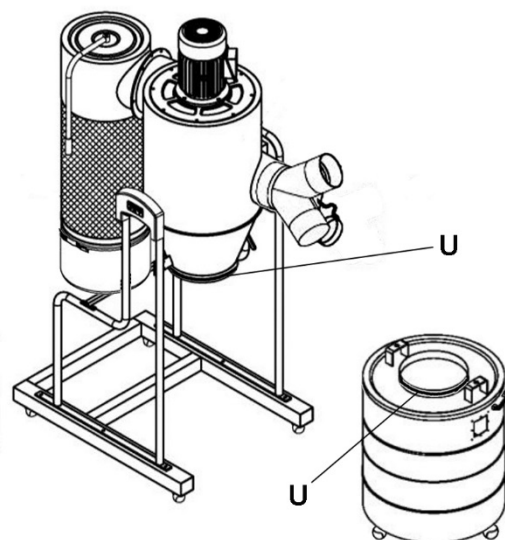

Abbildung 11
15. Das Schaumstoffklebeband (U) unmittelbar über der Unterkante des Trichters rund um den Trichter herum anbringen. Siehe Abbildung 11. Das Schaumstoffklebeband muss den Trichter komplett umschließen.
16. Das Schaumstoffklebeband (U) rund um den äußeren Ansatz der Trommelöffnung herum anbringen. Das Schaumstoffklebeband muss den Ansatz komplett umschließen.